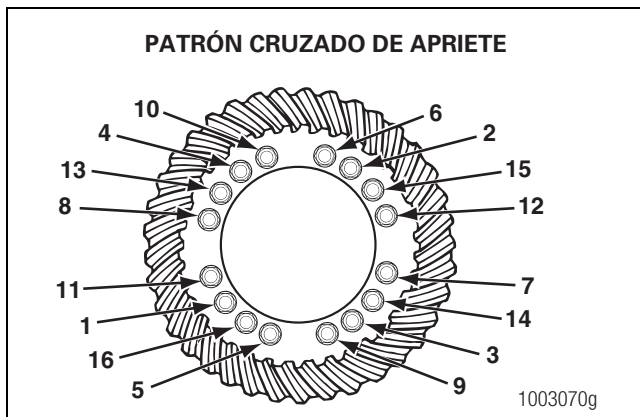

Figura 5.26
- A. Instale cuatro tornillos prisioneros y arandelas, o pernos, tuercas y arandelas en las medias cajas. Las distancias entre estos tornillos deben ser iguales. Apriete los tornillos al valor de torsión correcto de forma progresiva, siguiendo un patrón cruzado diametralmente opuesto. Consulte la Sección 8. Figura 5.26.